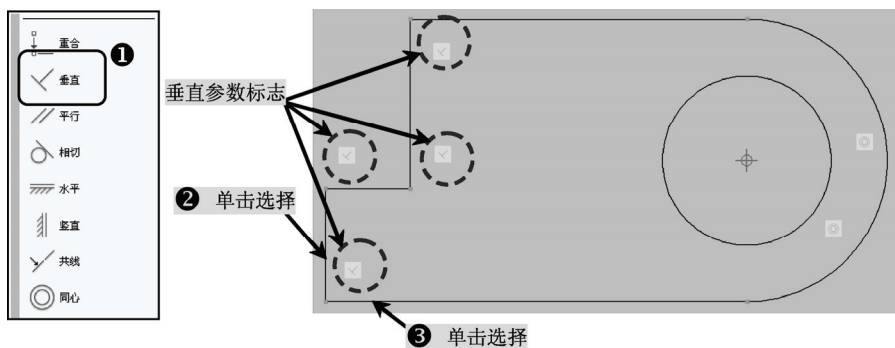

图 10-17 垂直参数操作
6) 在块编写选项板上单击选择“几何约束”选项卡, 选择“垂直”工具, 对图中所示的线段进行“垂直”参数编辑, 如图 10-17 所示 (“垂直”用于保证图形作为动态零部件插入时线段与线段之间始终保持互相垂直状态)。